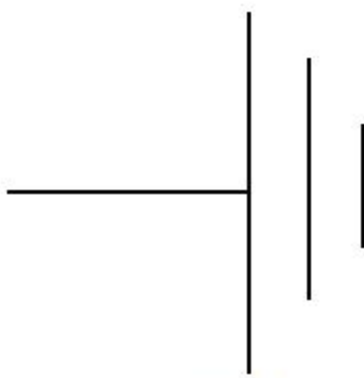

图9-45 旋转块
- 02 调用RO【旋转】命令，调整块的角度，如图9-45所示。